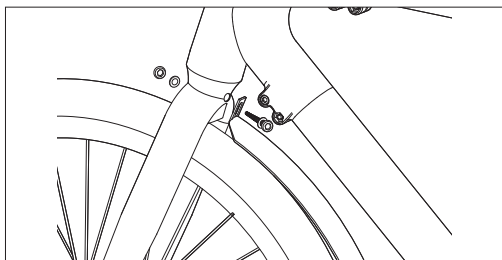

Figura 5-1
- Después de alinear el guardabarros con el orificio del tornillo, vuelva a apretar los tornillos de montaje para fijarlo en la horquilla delantera, como se muestra en la **Figura 5-1**.